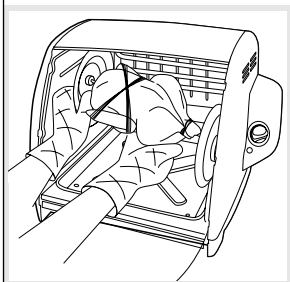

FIGURA 5
22. Con una guante protector, levante la varilla izquierda fuera la horquilla, mientras que resbala la cabeza de la flecha derecha afuera del orificio. Quite la varilla de la máquina y fije el alimento en un platón. (Figura 5)